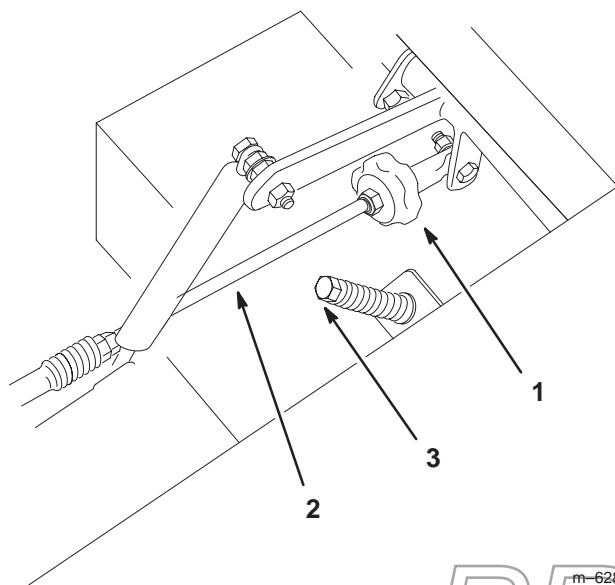

Figure 48
2. Réglez la longueur de la tige de pompe en tournant le bouton dans le sens voulu, jusqu'à ce que la roue soit immobilisée ou tourne légèrement en marche arrière (Fig. 48).